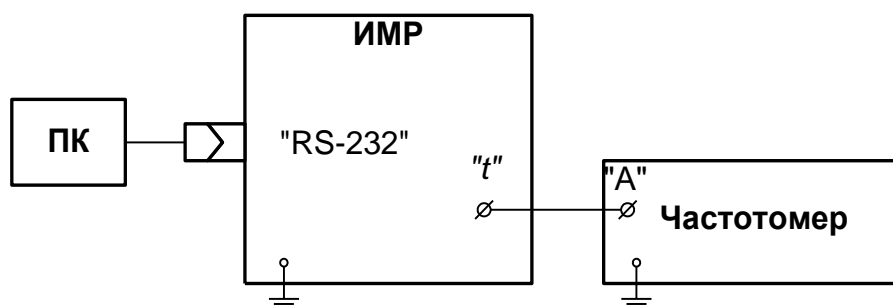

Рис.14. Схема подключения модуля ИМП при поверке.
В соответствии с руководством по эксплуатации выполняется подготовка к работе и проверка функционирования КПИ, для чего последовательно собираются схемы поверки в соответствии с рис.14, 18, 20 для модуля имитатора расхода ИМР, модуля управляемого счетчика импульсов УСИ, модуля измерителя постоянного тока ИПТ.
- собрать схему в соответствии с рис.14;